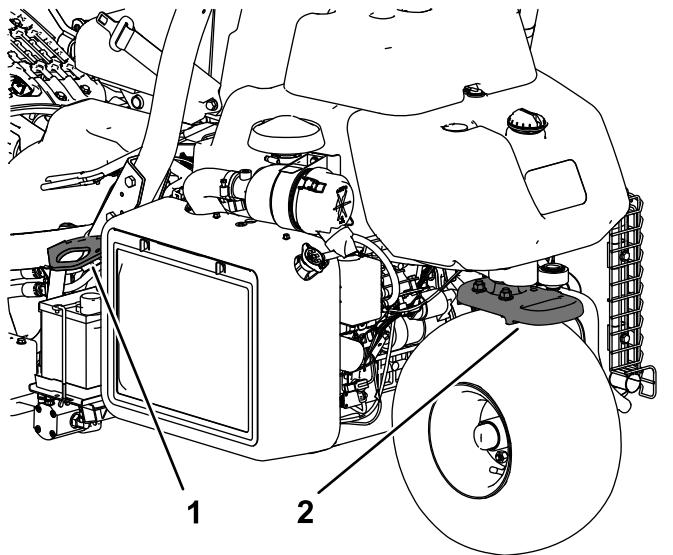

Bild 28
- Vergurten Sie die Maschine sicher mit Riemen, Ketten, Kabeln oder Seilen. Die vorderen und hinteren Gurte sollten nach unten und außerhalb der Maschine verlaufen (Bild 28).